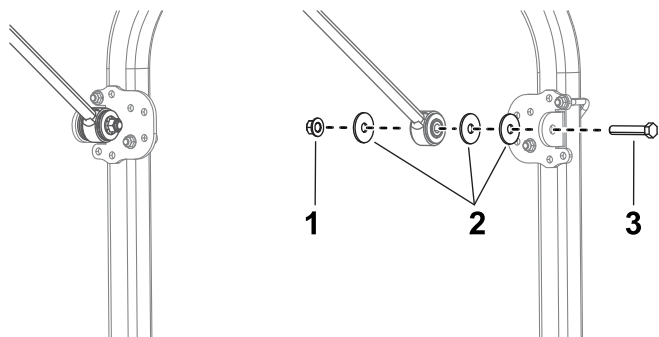

図 13
13. 車両の左右それぞれで、各ブレースに、ブレースブラケットを仮止めするボルト ½ x 2¾"、大きいワッシャ3枚、フランジナット ½"を使用し、図 13 のように取り付ける。